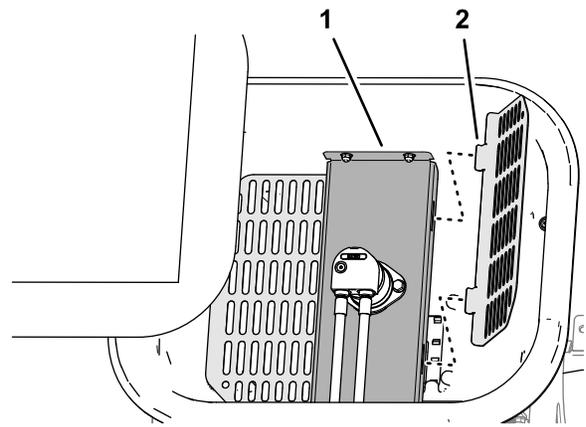

Figure 48
5. Faites pivoter les 2 filtres de la trémie et sortez-les de l'intérieur de la trémie (Figure 48).